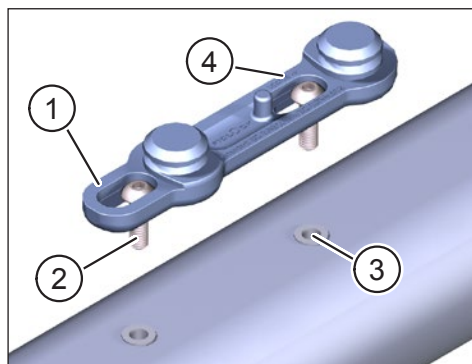

Fig. 1: Fissare la base per bicicletta FIDLOCK® alla e-bike
- Fissate la FIDLOCK® Bike Base (Pos. 1 in Fig. 1) con le due viti a testa (Pos. 2 in Fig. 1) nei fori previsti a tale scopo (Pos. 3 in Fig. 1, seguite le indicazioni del produttore della bicicletta) nel telaio della e-bike.